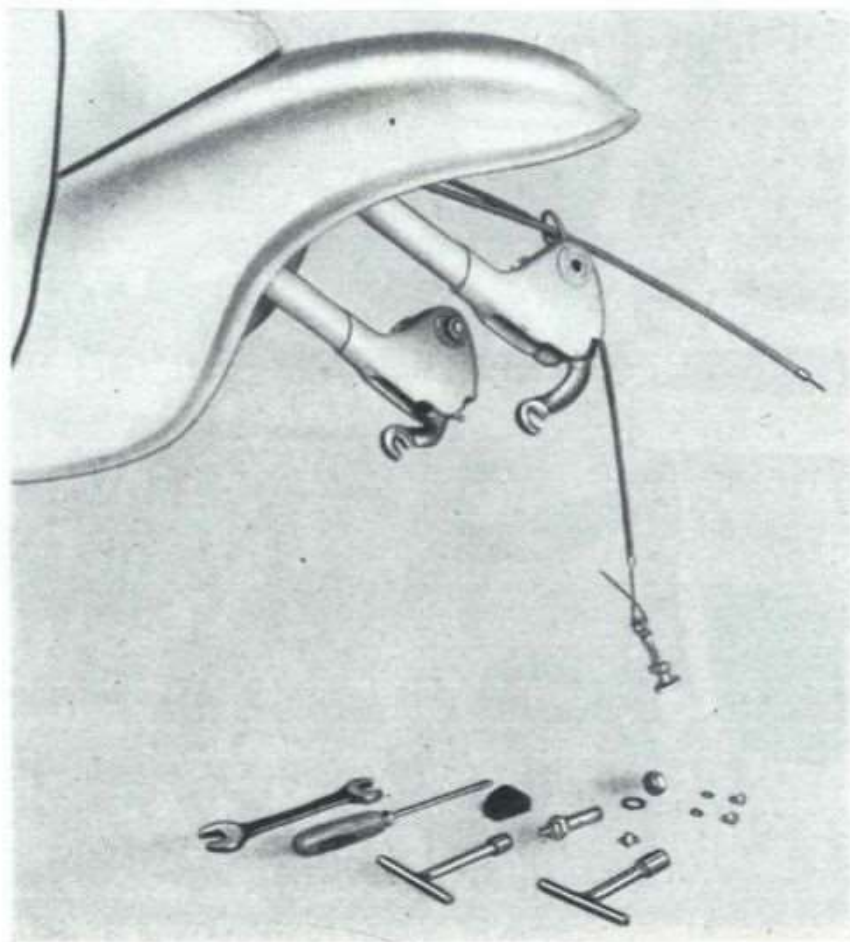

Fig. 39
- 60 Smontare ciascun tampone di gomma inferiore: smontare il perno di rotazione della leva portaruota (chiave da 19), svitare l'ingrassatore posto sotto la leva, svitare le due viti di fissaggio del tampone inferiore (chiave da 10) e rimuovere il tampone aiutandosi con un cacciavite. Vedi fig. 39.